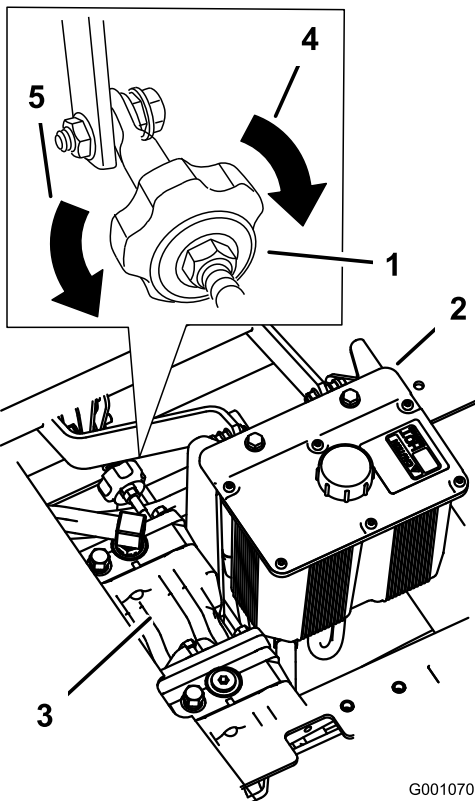

Figura 76
4. Para fazer a máquina ir para a direita, rode o manípulo para o lado direito da máquina; consulte Figura 76.
5. Para fazer a máquina ir para a esquerda, rode o manípulo para o lado esquerdo da máquina; consulte Figura 76.